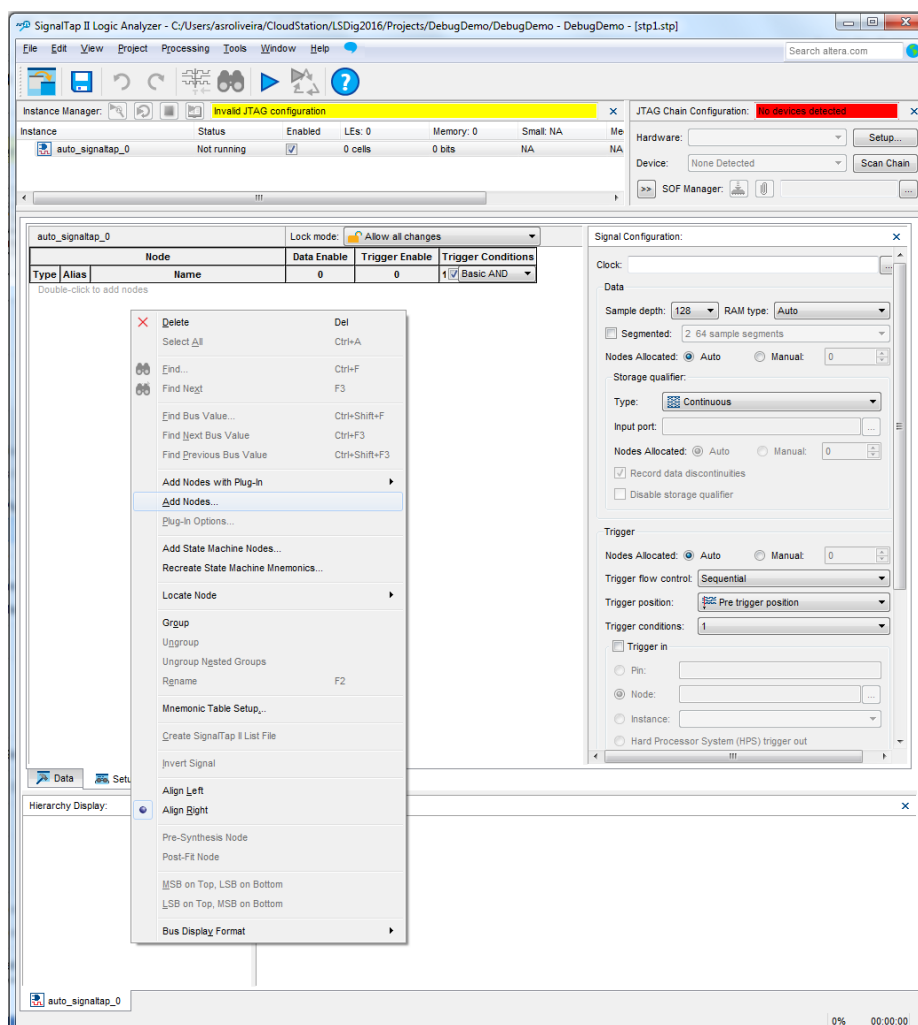
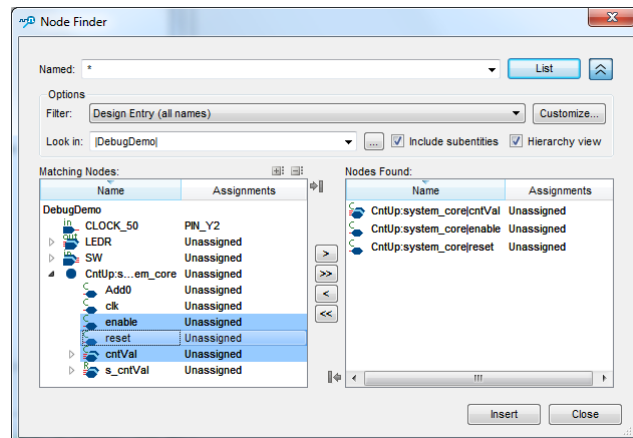

Figura 21 – Aspeto inicial da aplicação “SignalTap II Logic Analyser”.
Figura 22 – Portos do contador seleccionados (“reset”, “enable” e “cntVal”).
3. Após a criação do ficheiro do tipo *SignalTap II Logic Analyser File* é apresentada a aplicação da Figura 21, onde devem ser especificados os sinais que se pretende capturar e visualizar, o sinal de *clock* usado para estabelecer a frequência de amostragem dos sinais, o número de amostras capturadas e as condições que disparam a amostragem. A configuração destes parâmetros vai ser descrita nos próximos pontos.
4. O primeiro passo é a adição dos nodos (sinais e portas) do sistema que se pretende capturar. Para tal, deve ser selecionada a opção “Add Nodes...” do menu acessível com o botão direito do rato na área “Setup” mostrada na Figura 21. Os portos a selecionar para captura e visualização no analisador lógico são os apresentados na Figura 22. Selecione a opção “Design Entry (all names)” no parâmetro “Filter”.